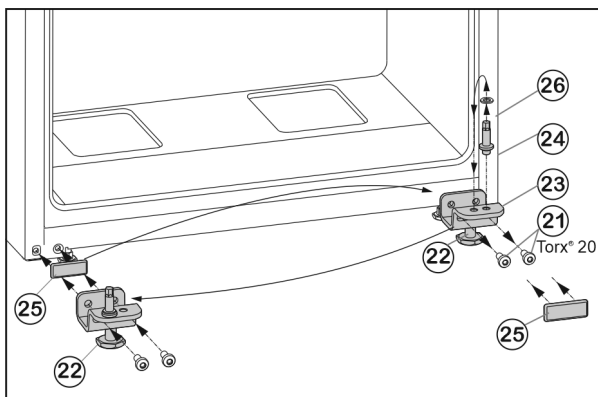

Fig. 7
- ▶ Keerake kinnituskruvid *Fig. 7 (21)* välja.
- ▶ Võtke alumine laagripukk *Fig. 7 (23)* tervikuna koos laagripoldi *Fig. 7 (24)*, seibi *Fig. 7 (26)* ja seadejalaga *Fig. 7 (22)* maha.
- ▶ Keerake laagripolt *Fig. 7 (24)* tervikuna koos seibiga *Fig. 7 (26)* välja, paigutage vastasküljel laagripuki kinnitussavasse ümber ning kruvige taas kinni.
- ▶ Võtke katteplaat *Fig. 7 (25)* ettevaatlikult maha ja paigutage vastasküljele ümber.
- ▶ Kruvige alumine laagripukk *Fig. 7 (23)* tervikuna koos laagripoldi *Fig. 7 (24)*, seibi *Fig. 7 (26)* ja seadejalaga *Fig. 7 (22)* akutrelli kasutades uuel šarniiriküljel taas **tugevasti (4 Nm)** külge.
- ▶ Asetage alumine uks ülaltpoolt laagripoldile *Fig. 7 (24)*.
- ▶ Keerake seadejalga *Fig. 7 (22)* alumisest laagritoest *Fig. 7 (23)* välja, kuni ta toetub vastu põrandat.